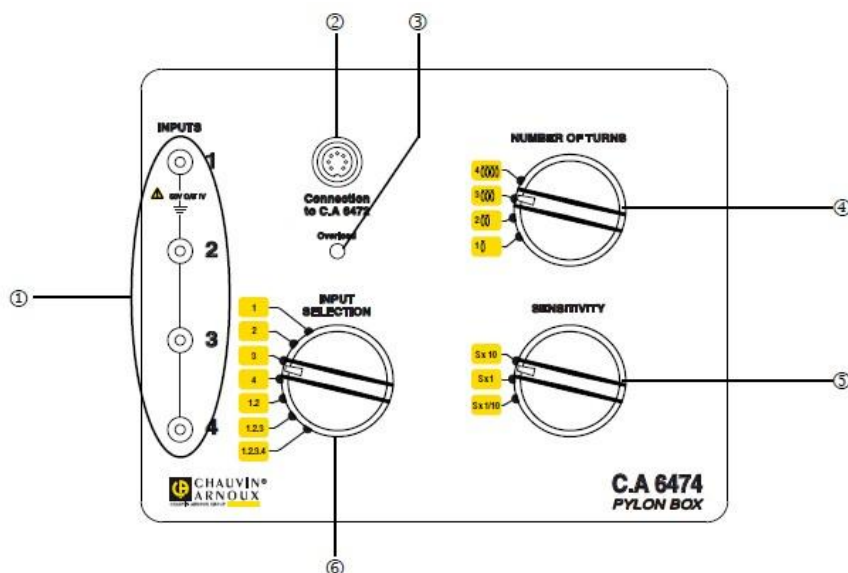

Fig. 3
C.A 6474 铁塔测量仪需与 C.A 6472 测量仪配合使用。通过前面板上适合的接线端（图 1 中的接线端 5 和图 3 中的接线端 2），这两个仪器必须使用一个特殊的适配器来连接。铁塔测试仪没有另设的开关，它通过 C.A 6472 的适配器电缆获得全部的电能。
现在把要用的柔性电流钳连接至铁塔仪的输入 1、2、3、4 端。利用 INPUT SELECTION（图 3 中的选择开关 6）选择需要使用的连接配置：可以 1、2、3、4 各路分别测量或者 1-2、1-3、1-4，同时测量各路电流。
当正确连接柔性电流钳以后，必须要设置“SENSITIVITY”（图 3 中的开关 5）：x1/10, x1 or x10。倍频的选择依赖于预期的电流大小的估计。一开始可以谨慎的使用 x1/10 倍频，如果有需要，可以调至更高的倍频 x1 或者 x10。使用图 3 中的开关 4 来确定具体使用柔性电流钳所环绕铁塔的匝数（可从 1 至 4 选择）。更多的线圈匝数可用于提高倍频。这样，基于被测物的直径和电流大小，就能在倍频和线圈匝数两者之间有一个适当的设置选择。
连接需要使用的柔性电流钳至1、2、3、4端，或者4个全部（之前已经做过校准）。将柔性电流钳环绕至铁塔的若干个支撑脚上。绕行方向上没有特别要求，但所有电流钳都必须使用同一个方向，且所有电流钳绕的匝数相同。使用铁塔测量仪上的“INPUT SELECTION”旋转开关（详见图3中开关6），根据要测量的是单个，双个，还是三个或者四个电流钳，来选择正确的测量设置（1, 2, 3, 4, 1-2, 1-3 or 1-4）。使用SENSITIVITY旋钮来选择所需要的倍频（优先选用最低倍频，x1/10），使用NUMBER OF TURNS旋钮（详见图3中的开关4）选择设置的柔性电流钳的环绕匝数。